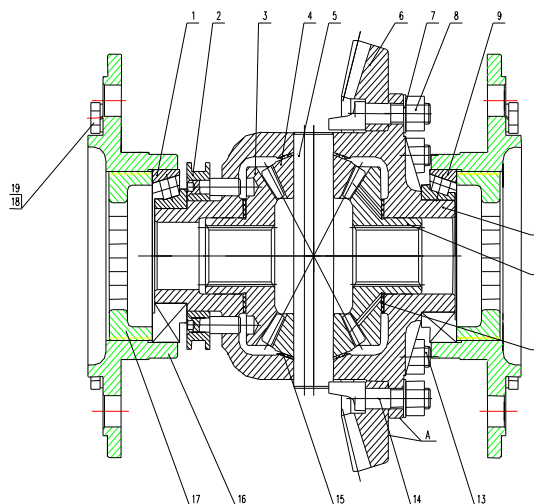

Рис. 5-7 Регулировка подшипников дифференциала
- Регулировка подшипников дифференциала (Рис. 5-7)
Большая коническая шестерня (Рис. 5-7) закреплена на корпусе дифференциала 6 болтами и 2 опорными болтами планетарной оси. Оба конца корпуса дифференциала установлены коническим роликовым подшипником, через дифференциал и гнездо подшипника, и установлены на корпусе заднего моста 6 винтами. Есть 2 планетарных шестерни и 2 полуосевых шестерни установленных в корпусе дифференциала. Прокладки устанавливаются между планетарными шестернями и полуосевыми шестернями и между полуосевыми шестернями и корпусом дифференциала. Планетарный вал защищается втулкой планетарной шестерни. Один конец оси сателлита с прорезью, чтобы избежать переворота и колебания планетарного вала.